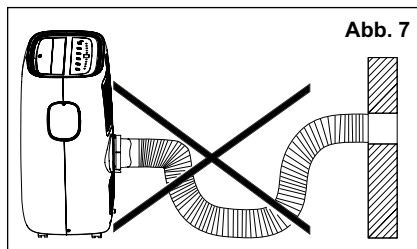

Abb. 7
- i** Der Schlauch kann von 38 cm auf bis zu 150 cm in die Länge gezogen werden. Am besten ist jedoch, die Länge möglichst gering zu halten. Sicherstellen, dass der Schlauch keine scharfen Kanten hat und nicht verbogen ist. (Abb. 7)